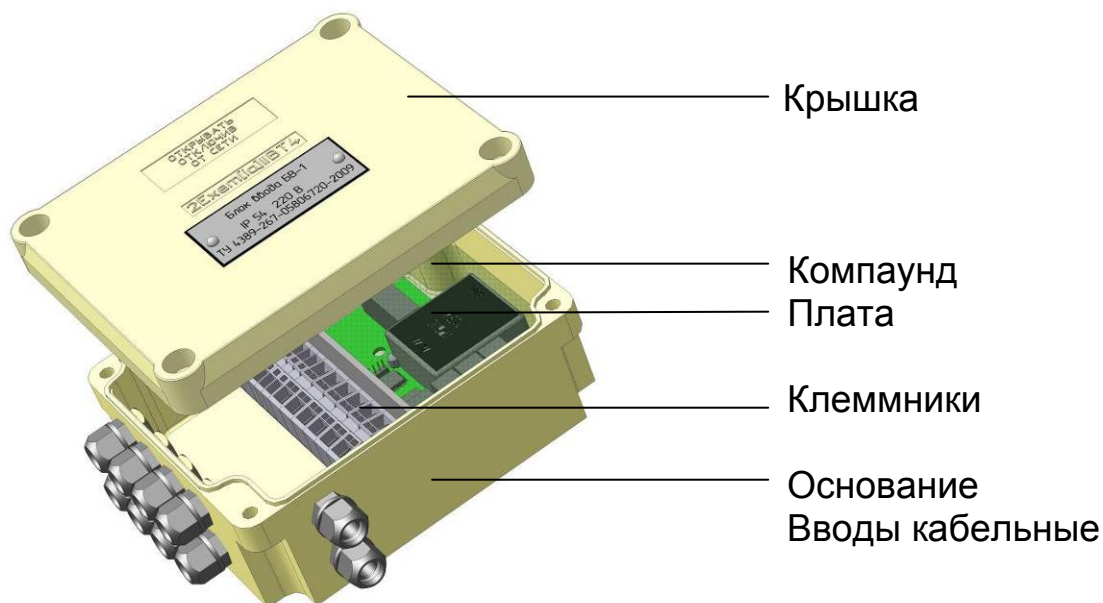

Рисунок 2 – Компоновка БВ
1.4.2 Блок ввода состоит из корпуса (основание и крышка) исполнения IP54, разделенного перегородкой на две части. В одной из них установлены самозажимные клеммные соединители и вводы кабельные для подводки кабелей, во второй расположена электронная плата, залитая компаундом (рисунок 2).